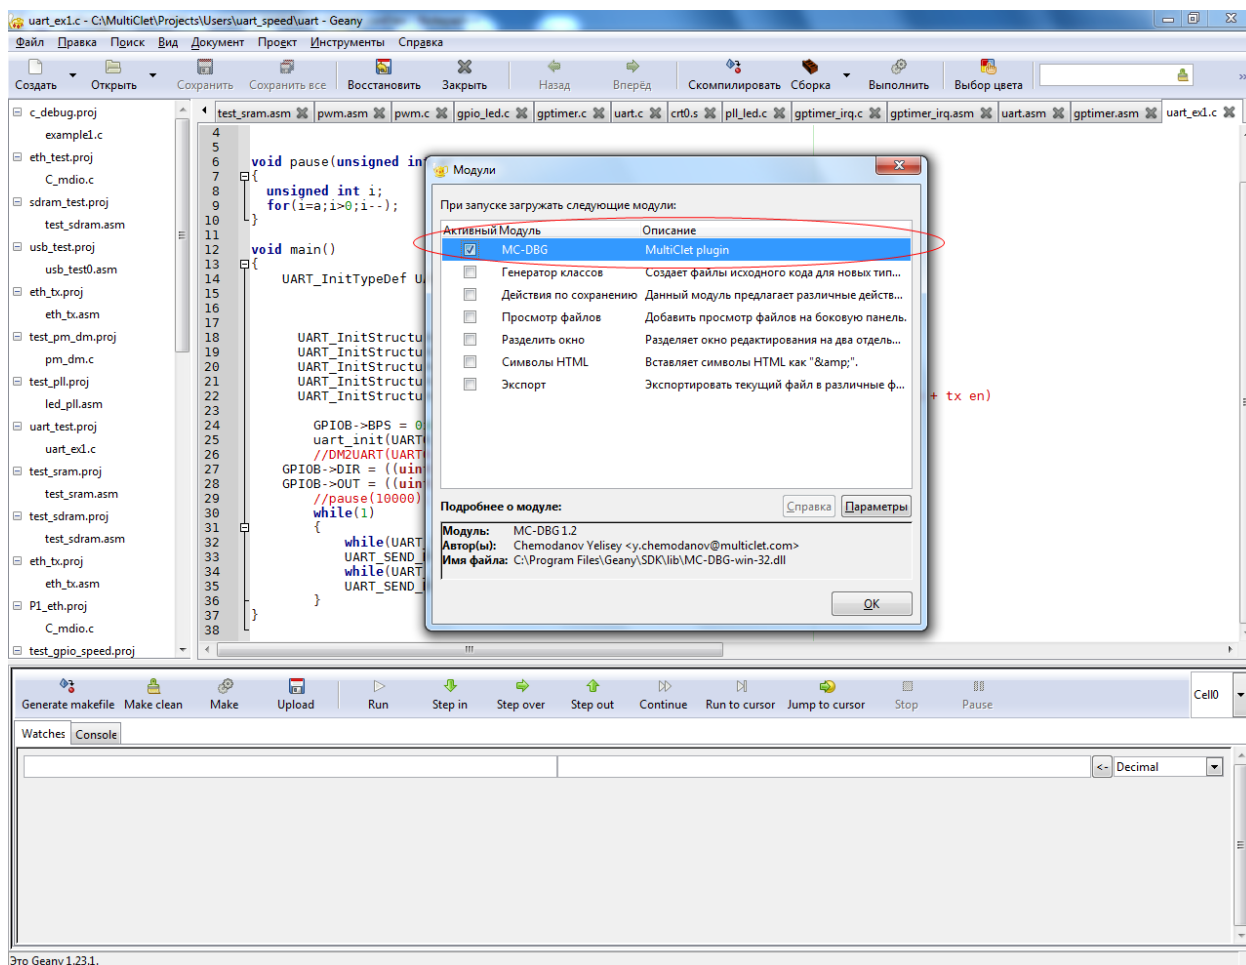

Рис. 3. Включение плагина
1) Запустите IDE Geany, перейдите на вкладку "Инструменты" и выберите пункт "Менеджер модулей". В появившемся окне установите галочку напротив строчки с плагином MC-DBG и нажмите кнопку "ОК". Если все прошло успешно вы увидите дополнительную панель снизу (см рис. 3).